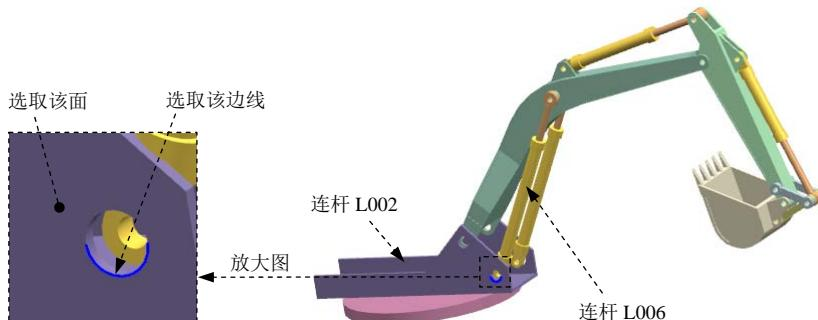

图 10.8.21 定义旋转副 (四)
(1) 定义运动副类型。在“运动副”对话框**定义**选项卡的**类型**下拉列表中选择  **旋转副** 选项。
(2) 选择连杆。选取图 10.8.21 所示的连杆 L006。
(3) 定义原点及矢量。在“运动副”对话框的指定原点下拉列表中选取“圆弧中心”选项，在模型中选取图 10.8.21 所示的圆弧为定位原点参照；选取图 10.8.21 所示的面作为矢量参考面。
(4) 添加啮合连杆。在“运动副”对话框的基本区域中选中啮合连杆复选框，单击选择连杆 (0)，选取图 10.8.21 所示的连杆 L002。
(5) 定义啮合连杆原点及矢量。在“运动副”对话框基本区域的指定原点下拉列表中选取“圆弧中心”选项，在模型中选取图 10.8.21 所示的圆弧为定位原点参照；选取图 10.8.21 所示的面作为矢量参考面。
(6) 单击应用按钮，完成第五个运动副的添加。